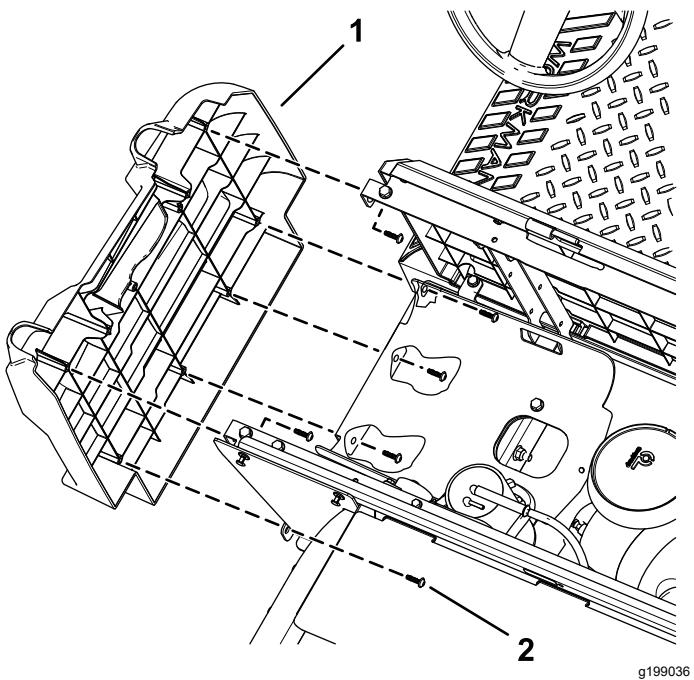

Figura 9
4. Retire los 6 tornillos torx (M6,0 x 22 mm) del panel lateral izquierdo, y retire el panel lateral (Figura 9).